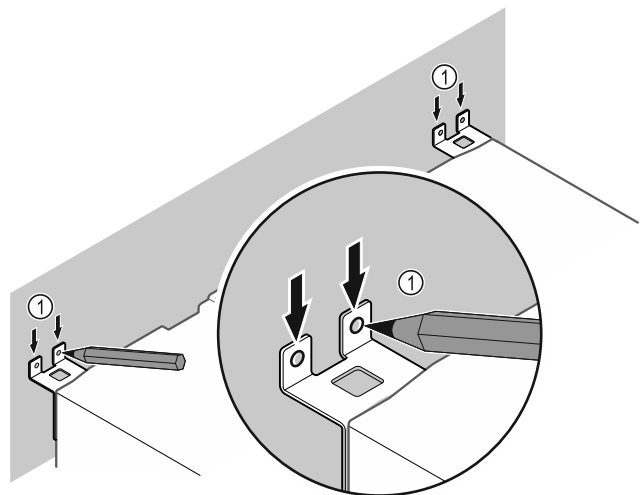

Fig. 11
- ▶ Udělejte na stěnu značky Fig. 11 (1).